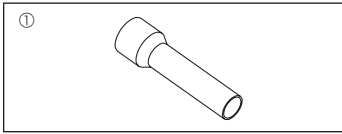

Fig. 1-1
1.6. Dış ünite aksesuarları (Fig. 1-1) (SW160, 200)